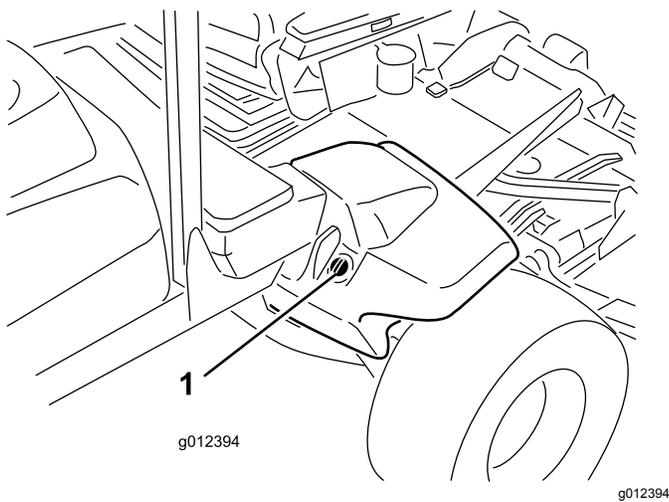

Figura 19
2. Pulite attorno al collo del bocchettone e del tappo del serbatoio idraulico (Figura 19). Togliete il tappo dal collo del bocchettone.